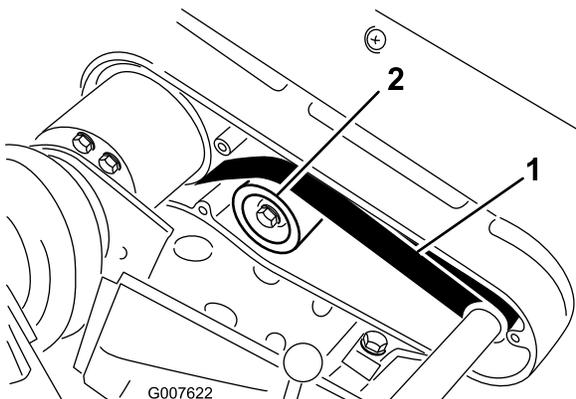

Рисунок 42
2. Проверьте натяжение, приложив к ремню посередине между шкивами (Рисунок 42) усилие 22-26 Н. Ремень должен прогнуться на 6 мм.
- А. Отпустите гайку крепления натяжного шкива и поджимайте натяжной шкив по часовой стрелке к обратной стороне ремня, пока не будет получено требуемое натяжение (Рисунок 42).